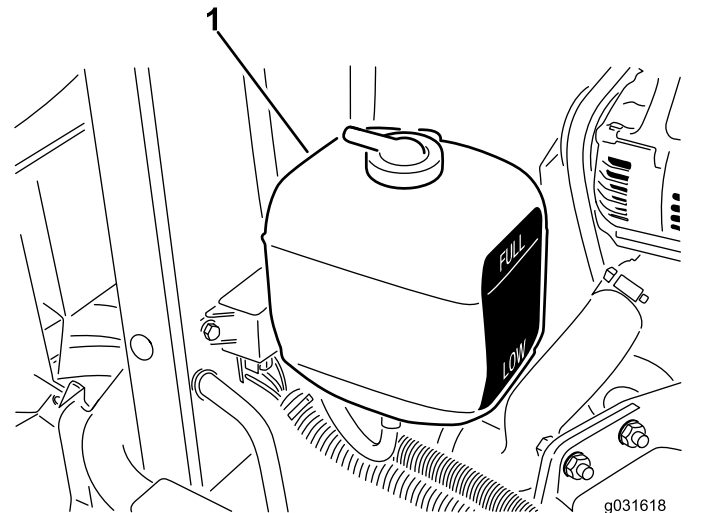

Figura 53
1. Compruebe el nivel de refrigerante del depósito de expansión (Figura 53).